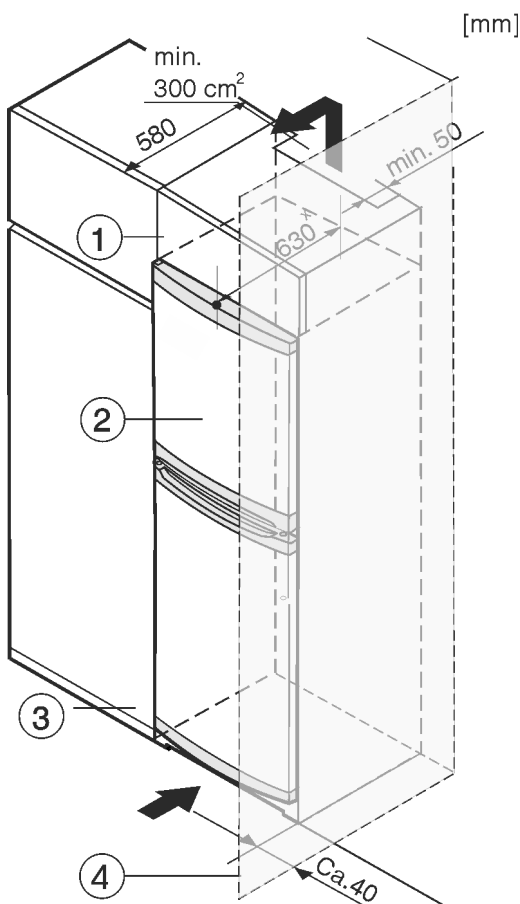

Fig. 8
L'appareil peut être intégré dans des meubles de cuisine. Pour adapter l'appareil Fig. 8 (2) à la hauteur du coin cuisine, une rehausse Fig. 8 (1) peut être posée sur l'appareil.
Lors de la transformation avec des placards de cuisine (profondeur max. 580 mm), le réfrigérateur peut être placé directement à côté du placard de cuisine Fig. 8 (3). Le réfrigérateur dépasse sur les côtés de 34 mm * et au centre du réfrigérateur de 50 mm * par rapport à la façade du placard.
Si le réfrigérateur est installé avec les charnières près d'une paroi Fig. 8 (4), la distance entre le réfrigérateur et la paroi doit être d'au moins 40 mm. Cela correspond au dépassement de la poignée lorsque la porte est ouverte.